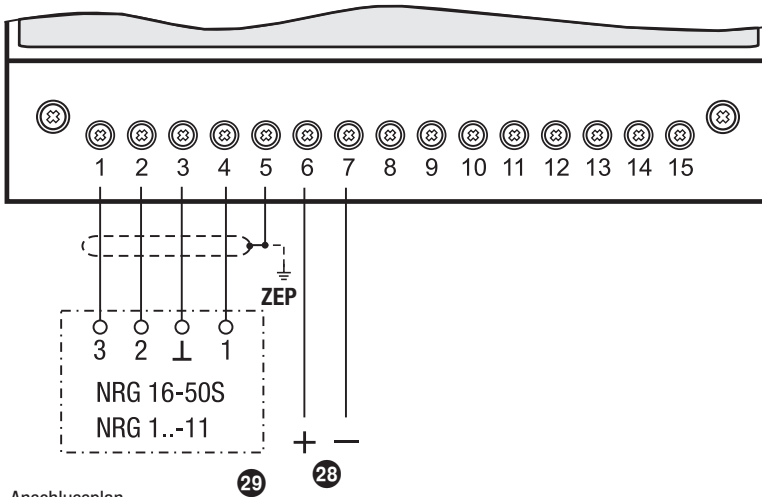

Fig. 8 Anschlussplan
Belegen Sie die Klemmleiste gemäß den Anschlussplänen. **Fig. 8, 9**
6. Kabel durch Kabelverschraubung 27 und Steckeroberteil 22 ziehen und die Klemmen der Anschlussplatte 23 gemäß Anschlussplan belegen. **Fig. 8**